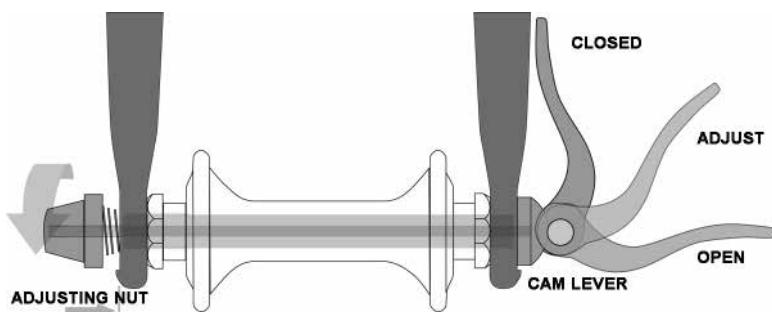
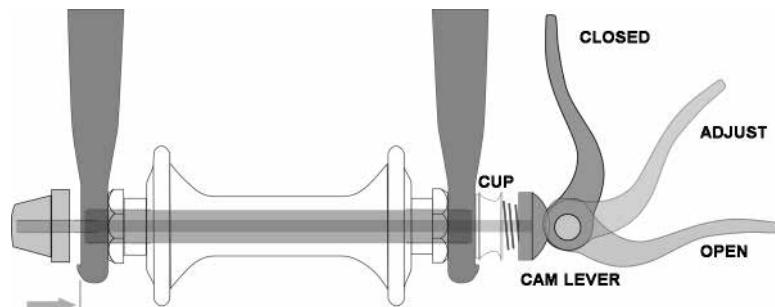

fig. 16
fig. 17
1. Un axe creux traversé par un arbre (« de serrage »), lequel axe comporte un écrou de tension réglable à une extrémité et une came décentrée à l'autre (fig. 16, 17)
Il existe actuellement deux types de mécanismes de rétention de roues à came décentrée : la came décentrée traditionnelle (fig. 16) et le système à came et coupelle (fig. 17). Tous deux se servent du mouvement de la came décentrée pour serrer la roue du vélo en place.
Réglage du Mécanisme à Came et Coupelle (fig. 17)
(1) Si votre vélo est équipé d'un dispositif de rétention de roue avant à action de came, déplacez le levier de came de la position verrouillée ou FERMÉE à la position OUVERTE (fig. 16, 17). Si votre vélo est équipé d'un système de rétention de roue avant à boulon traversant ou boulonné, desserrez l'attache ou les attaches de quelques tours dans le sens antihoraire à l'aide d'une clé appropriée, d'une clé de verrouillage ou du levier intégré.
(2) Si votre fourche avant est équipée d'un dispositif secondaire de rétention de type clipsable, dégagerez-le. Si votre fourche avant est équipée d'un dispositif secondaire de rétention intégré et d'un système à action de came traditionnel (fig. 16), desserrez l'écrou de réglage de tension suffisamment pour pouvoir retirer la roue des pattes. Si votre roue avant utilise un système à came et coupelle, (fig. 17) serrez la coupelle et le levier de came ensemble tout en retirant la roue. Il n'est pas nécessaire de faire tourner une pièce quelconque avec le système à came et coupelle.
(1) Si votre vélo est équipé d'un système de rétention de roue avant à action de came, déplacez le levier de came de manière à ce qu'il s'éloigne de la roue (fig. 17). C'est la position OUVERTE. Si votre vélo est équipé d'un système de rétention de roue avant à boulon traversant ou boulonné, passez à l'étape suivante.
(2) La fourche de direction étant orientée vers l'avant, insérez la roue entre les fourreaux de fourche de manière à ce que l'essieu repose fermement sur le haut des pattes de la fourche. Le levier de came, s'il y en a un, doit se trouver sur le côté gauche du vélo (fig. 16, 17). Si votre vélo est équipé d'un dispositif secondaire de rétention de type clipsable, activez-le.
(3) Si vous disposez d'un mécanisme d'actionnement à came traditionnel : en maintenant le levier de came en position RÉGLAGE de la main droite, serrez l'écrou de réglage de tension de la main gauche jusqu'à ce qu'il soit serré contre la patte de la fourche (fig. 16). Si vous avez un système à came et coupelle : l'écrou et la coupelle (fig. 17) doivent être enclenchés dans la zone en retrait des pattes de la fourche et aucun réglage ne devrait être nécessaire.
(4) Tout en poussant fermement la roue jusqu'au sommet des fentes des pattes de la fourche et en centrant la jante de la roue dans la fourche.
(a) Avec un système à action de came, déplacez le levier de came vers le haut et faites-le pivoter vers la position FERMÉE (fig. 16, 17). Le levier devrait maintenant être parallèle au fourreau de fourche et courbé vers
Certains vélos sont équipés d'un liant de tige de selle à action de came. Le liant de tige de selle à action de came fonctionne exactement comme l'attache de roue à action de came traditionnelle (6.A). Bien que le liant à action de came ressemble à un long boulon ayant un levier à une extrémité et un écrou à l'autre, il se sert d'une action de came décentrée pour serrer fermement la tige de selle (fig. 16).